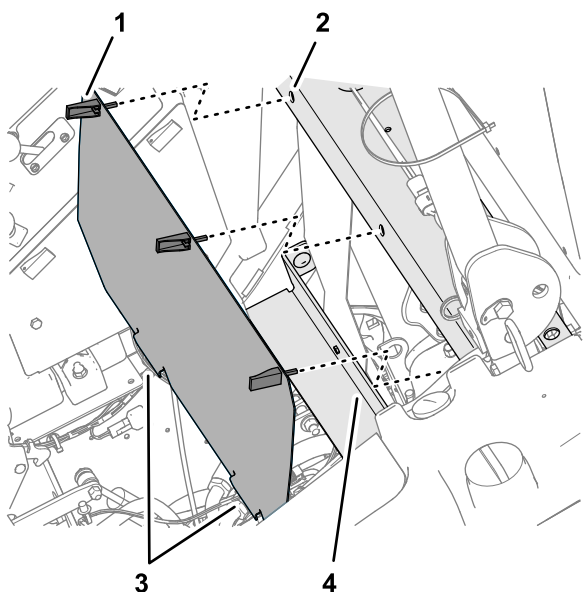

Рисунок 22
1. Совместите 2 выступа в нижней части задней панели с фланцем в опоре сиденья (Рисунок 22).
2. Совместите защелки в задней панели с отверстиями в поперечном швеллере (Рисунок 22).
3. Прикрепите панель к швеллеру с помощью 3 защелок (Рисунок 22).